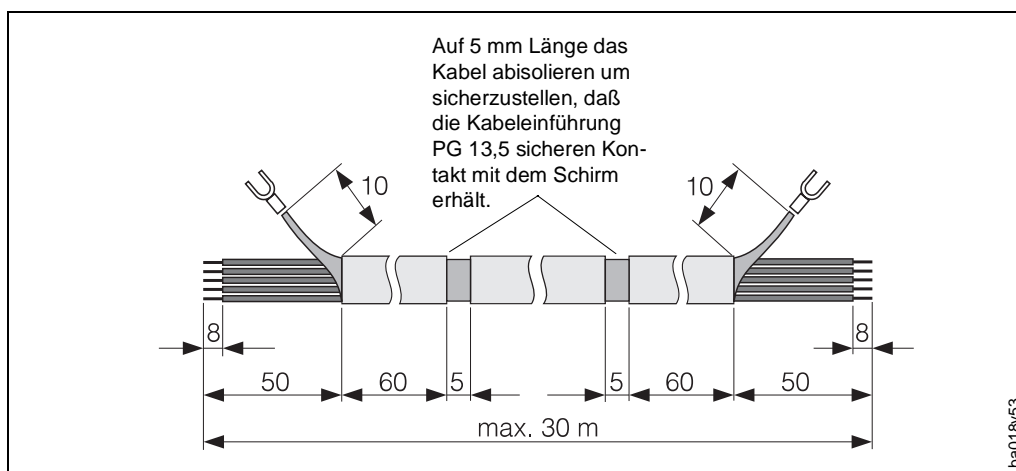

Abb. 21:
2. Schieben Sie das Signalkabel (nachdem Sie das Signalkabel entsprechend Abb. 21 abisoliert haben) durch die betreffenden Kabeleinführungen. Im Innern der Kabeleinführung befinden sich zwei Scheiben und eine Feder, mit denen der Kontakt zur Abschirmung des Verbindungskabels hergestellt wird. Beim Öffnen der Kabeleinführung und Entfernen des Gummistopfen ist darauf zu achten, daß diese Teile nicht verloren gehen.
Sofern Sie die Kabelverbindung selber herstellen sollten, müssen Sie unbedingt untenstehende Zeichnung (Abb. 21) beachten.